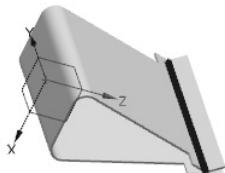
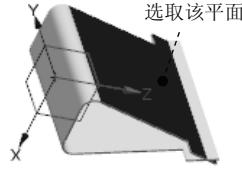
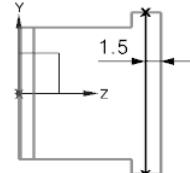

图 4.8.12 “折弯”特征 3
图 4.8.13 选取草图平面
图 4.8.14 折弯线
Step6. 创建图 4.8.12 所示的“折弯”特征 3。选择下拉菜单 **插入 (I) → 折弯 (W) → 折弯 (B)** 命令，系统弹出“折弯”对话框；单击 **草图** 按钮，系统弹出“创建草图”对话框，选取图 4.8.13 所示的平面为草图平面，绘制图 4.8.14 所示的折弯线，完成后退出草图环境；在“折弯”对话框 **折弯属性** 区域下的 **角度** 文本框中输入折弯角度值 50；单击“反侧”按钮 **X**，反转折弯侧；在 **内嵌** 下拉列表中选择 **折弯中心线轮廓** 选项；在 **折弯参数** 区域中单击 **折弯半径** 文本框右侧的 **本地** 按钮，在弹出的菜单中选择 **使用本地值** 选项，然后在 **折弯半径** 文本框中输入折弯半径值 0.2；单击 **确定** 按钮，完成特征的创建。